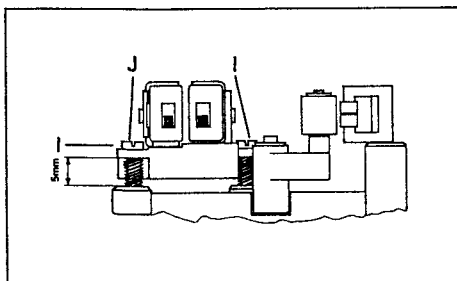

Fig. 3.7
- Die Höhe des Aufnahme-/Wiedergabekopfes ist mit den Schrauben [I] auf 5 mm vor einzustellen (Fig. 3.7).
- Preadjust the height of the record/reproduce head with the two screws [I] to 5 mm (Fig. 3.7).
- Ajustez la hauteur de la tête d'enregistrement/lecture à 5 mm grâce aux deux vis [I] (fig. 3.7).